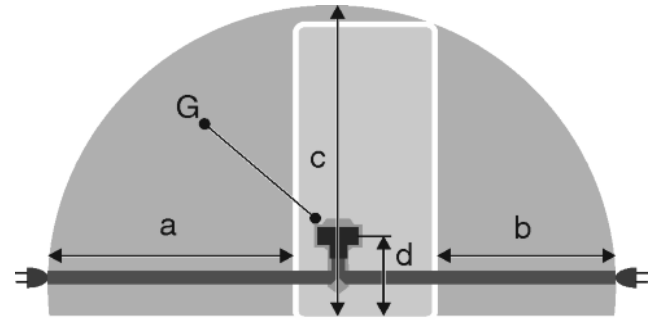

Fig. 29
- A konnektor a készülék hátoldali területén kívül helyezkedik el a megadott tartományban. *Fig. 29 (a, b, c)*
- ▶ Dugja be a csatlakozót *Fig. 29 (G)* a készülék hátoldalába. Figyeljen a megfelelő bekattanásra.